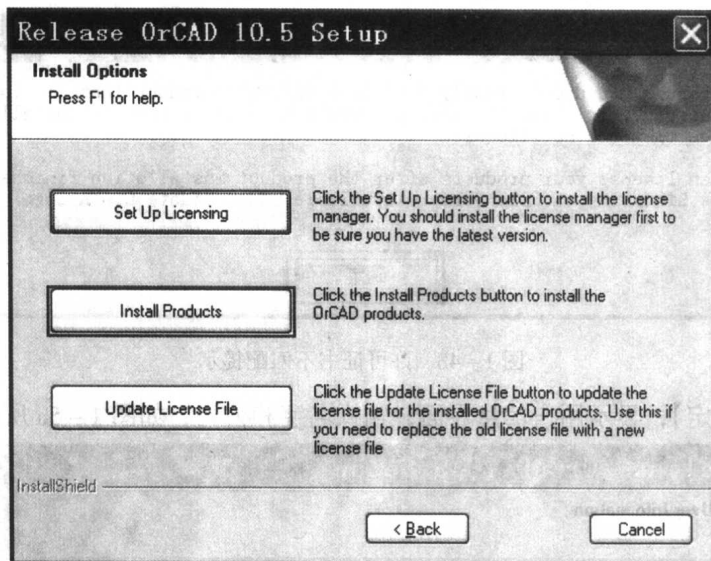

图 1-3a 安装选项界面
3) 在安装选项界面中, 单击第二项【Install Products】按钮, 如图 1-3a 所示。